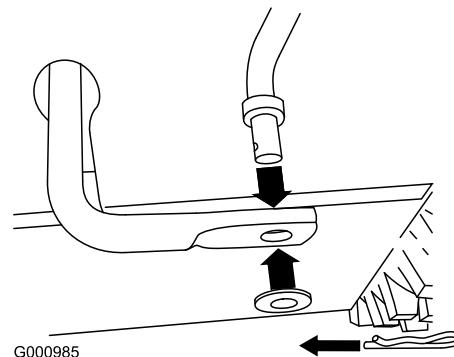

Bild 11
1. Entfernen Sie den Splint und die Scheibe vom unteren Ende der Geschwindigkeitsschaltstange und setzen Sie das untere Ende der Stange in den Unterlenkerarm ein. Das gebogene Ende der Geschwindigkeitsschaltstange sollte nach hinten zeigen (Bild 11).